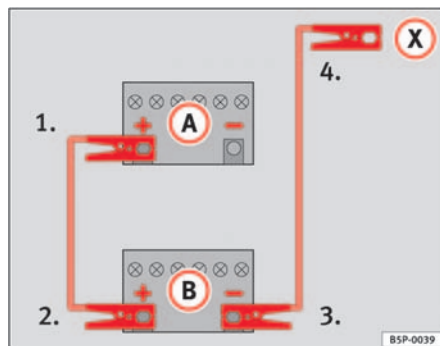

Fig. 200 Schema per il collegamento dei cavi per l'avviamento di emergenza
Nella ⇒ fig. 200 **A** indica la batteria scarica, e **B** la batteria carica.
- 1. Collegare un'estremità del cavo rosso al polo positivo ⇒ fig. 200 **+** del veicolo con la batteria scarica ⇒ ⚠.